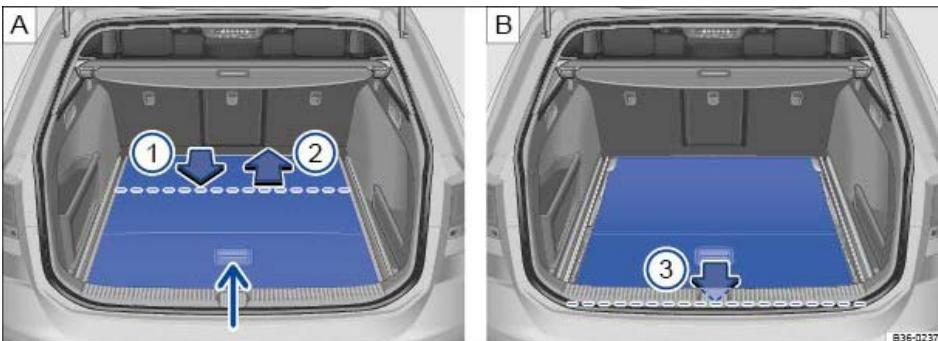

Abb. 143 Im Gepäckraum: Gepäckraumboden versenken.
- Den Gepäckraumboden am Griff ⇒ Abb. 143  (kleiner Pfeil) anheben und ankippen.
- Den Gepäckraumboden in Pfeilrichtung ⇒ Abb. 143  (1) über die Ladekante bis etwa zur gestrichelten Linie ziehen. Der vordere Teil des Gepäckraumbodens muss dabei nach unten klappen.
- Den Gepäckraumboden in Pfeilrichtung ⇒ Abb. 143  (2) bis zum Anschlag schieben. Der Gepäckraumboden liegt jetzt in der unteren Position.
- Den Gepäckraumboden in Pfeilrichtung ⇒ Abb. 143  (3) bis zum Anschlag an die Ladekante ziehen.